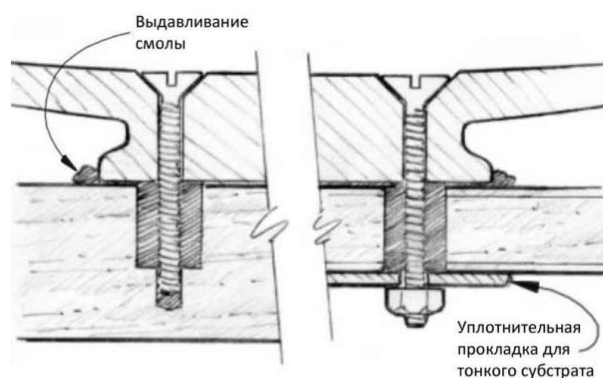

Рисунок 6-2 Затягивайте болты, пока небольшое количество смолы не выдавится из стыков
7. Установите оборудование на место. Вставьте и зажмите болты, пока из стыка не выдавится небольшое количество смолы (Рисунок 6-2). Не пережимайте болты.